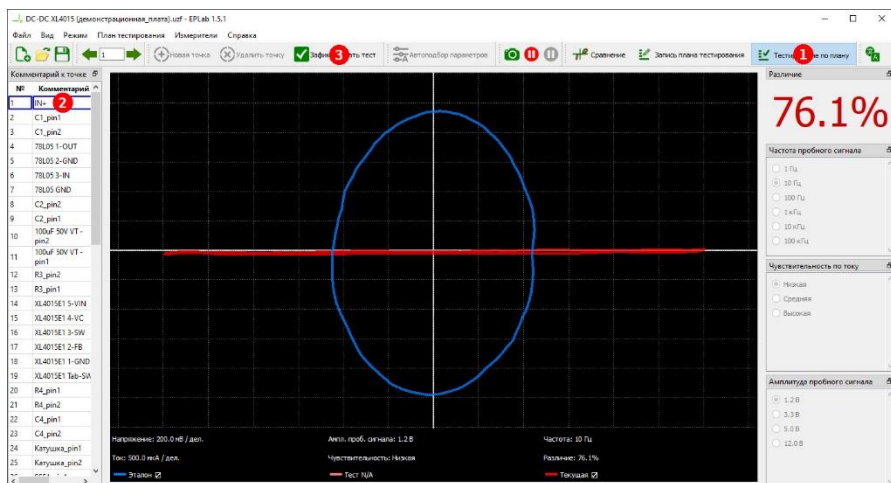

Рисунок 2.6 – Запись ВАХ тестируемой платы.
В EPLab перейдите в режим «Тестирование по плану» (рис. 2.6, ①).